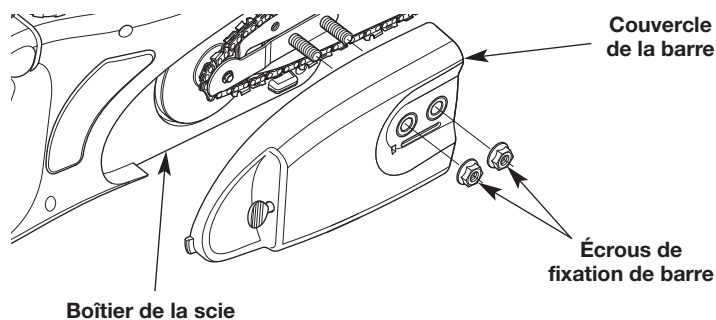

Fig. 27
1. Retirer les écrous de retenue de la barre à l'aide d'une clé de 13 mm (1/2 po) (Fig. 27).
2. Retirer le couvercle du guide (Fig. 27).
6. Placer le couvercle du guide sur le boîtier de la scie (Fig. 27). Insérer la languette du couvercle de pignon dans la fente du boîtier de la scie (Fig. 27). Les boulons de la barre de guidage doivent sortir des trous du couvercle de pignon.